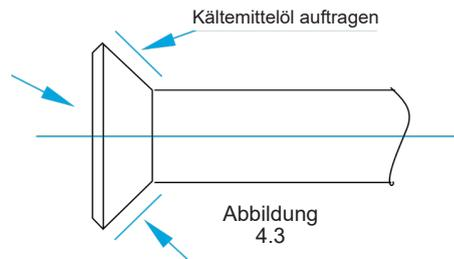

Abbildung 4.3
- Kältemittel auf die Muffe (innen und außen) und drehen Sie sie dann dreis bis viermal, bevor Sie die Kappe festziehen. Siehe Abb. 4.3